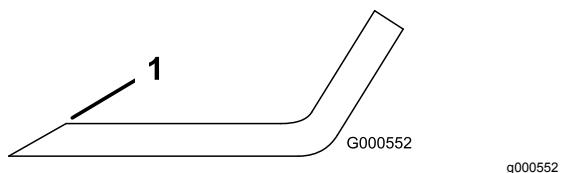

Figura 82
Nota: Se la lama non è bilanciata, limate del metallo soltanto dalla costa (Figura 82).
1. Affilate i taglienti da entrambe le estremità della lama con una lima (Figura 82).